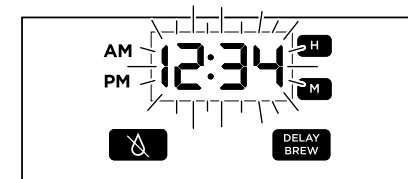

Fig. 1
- 1 Enchufe el cable de alimentación a un tomacorriente. El reloj titilará en el panel de control para indicar que no se ajustó el tiempo (**Fig. 1**).